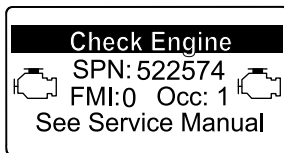

Figura 45
- Avvertenza motore SPN 522574, FMI: 0 (Figura 45)